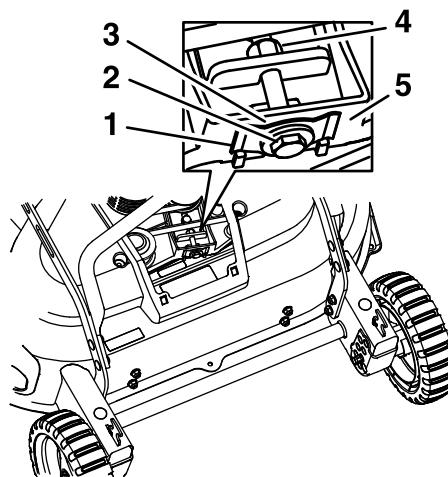

Figura 27
- Afloje el perno de ajuste de la transmisión de las cuchillas (Figura 27).